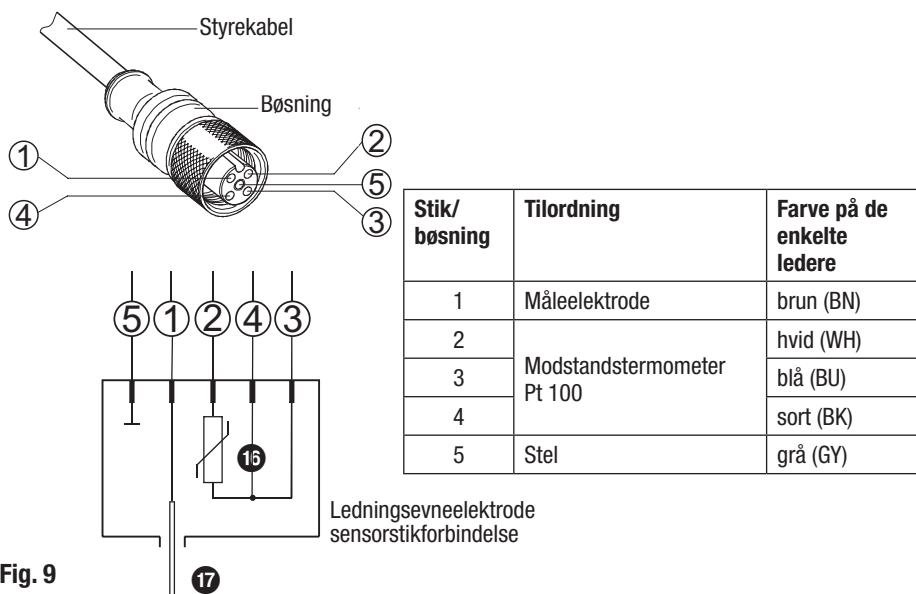

Fig. 9
Ledningsevneelevtroden LRG 16-9 er udstyret med M 12 sensorstikforbindelse, 5-polet, A-kode, tilordning **fig. 9**. Et forkonfektioneret styrekabel (med stik og bøsning) fås som tilbehør i forskellige længder til tilslutning af elevtroden.
- Hvis det forkonfektionerede styrekabel ikke anvendes, skal der tilsluttes en afskærmet bøsning i overensstemmelse med eldiagrammet **fig. 9** på tilslutningskablet. Se også monteringsvejledningen fra producenten af bøsningen.